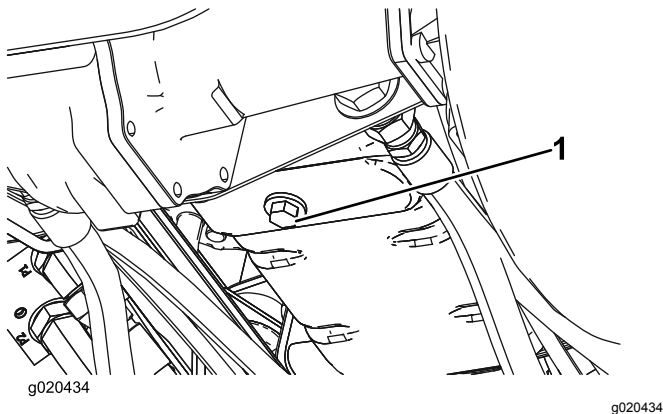

Figure 75
1. Retirez le bouchon de vidange (Figure 75) et laissez couler l'huile dans un bac de vidange. Remettez le bouchon en place lorsque la vidange d'huile est terminée.